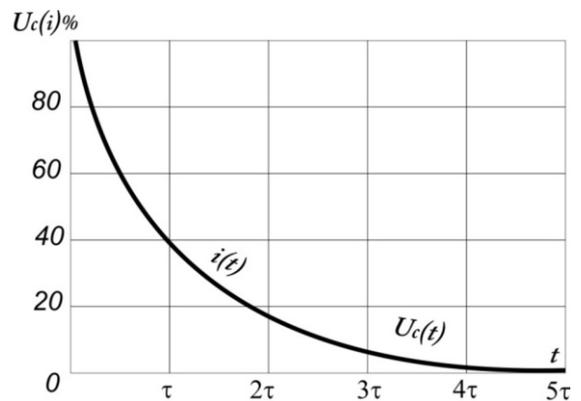

Рис. 3. График изменения тока и напряжения на зажимах конденсатора при его разряде
- при разряде конденсатора $U_c = U_0 e^{-t/\tau}$ – **уменьшается по экспоненте** (рис. 3).